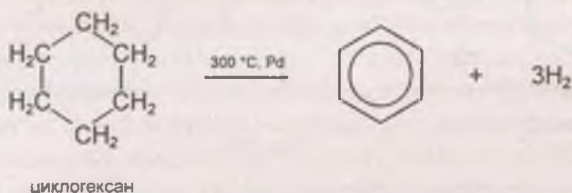

Рис. 111
- 3) каталитическое дегидрирование циклогексана и его производных — данная реакция называется реакцией Зелинского. В качестве катализатора используются палладиевая чернь или платина при 300°C (рис. 111);